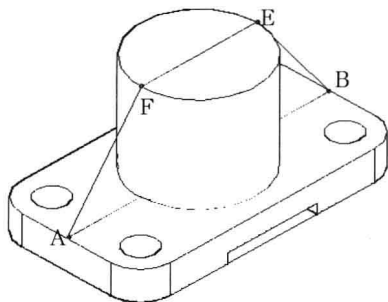

图 9-6-6
(10) 选择菜单命令“绘图/三维多段线”, 捕捉并单击中点 A, 再捕捉并单击中点 B, 捕捉并单击圆的象限点 E, 捕捉并单击象限点 F, 再捕捉并单击点 A, 按 Enter 键, 创建一条三维多段线, 如图 9-6-6 所示。
(11) 选择菜单命令“绘图/建模/拉伸”, 选择多线段, 按 Enter 键。输入拉伸高度“24”, 按 Enter 键, 创建了拉伸的梯形三维实体。